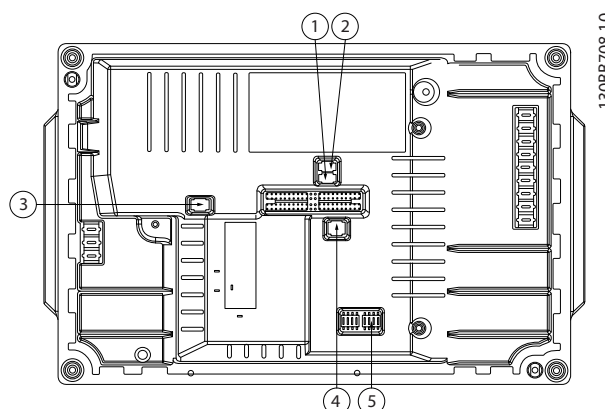

Abbildung 2.11 Lage der DIP-Schalter
Näheres siehe *Abbildung 2.11*.
- Schalter S801 (BUS TER.) kann benutzt werden, um für die serielle RS-485-Schnittstelle (Klemmen 68 und 69) die integrierten Busabschlusswiderstände zu aktivieren. Siehe *Abbildung 2.11* oben.